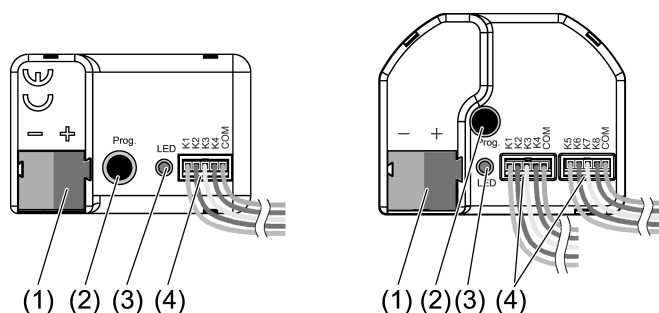

рисунок 1: Конструкция прибора
- Подсоедините шину к присоединительной клемме KNX в точке подключения KNX (1) (см. рисунок 1).